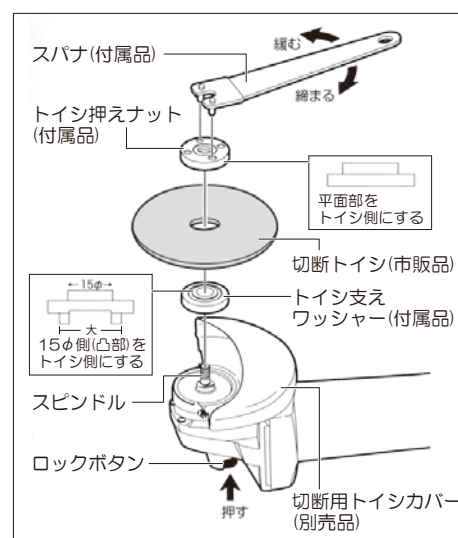

図5
■切断トイシの取付け (図5参照)
- ①トイシカバーを取り外し、切断トイシカバー(別売品)を取り付けてください。
- ②スピンドルのトイシ支えワッシャーの上に切断トイシ(市販品)を通します。
- ③トイシ押さえナットの平面をトイシ側にして通します。
- ④ロックボタンを押してスピンドルを固定したら付属のスパナでトイシ押さえナットを締付けて固定してください。